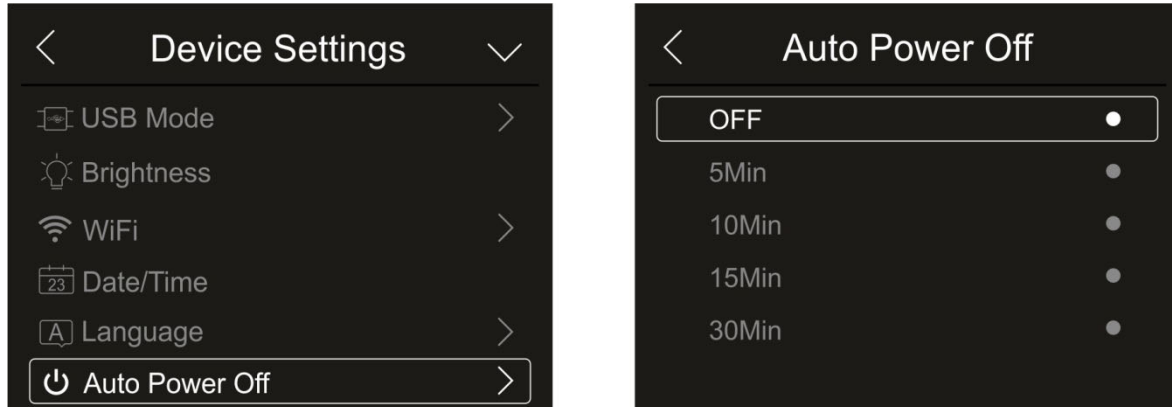

Abb. 18: Einstellung der automatischen Ausschaltung
1. Berühren Sie "Auto Power Off", um die Zeit der automatischen Ausschaltung des Geräts einzustellen. Die Bildschirmseite in der Abb. 18 – rechte Seite erscheint im Display: